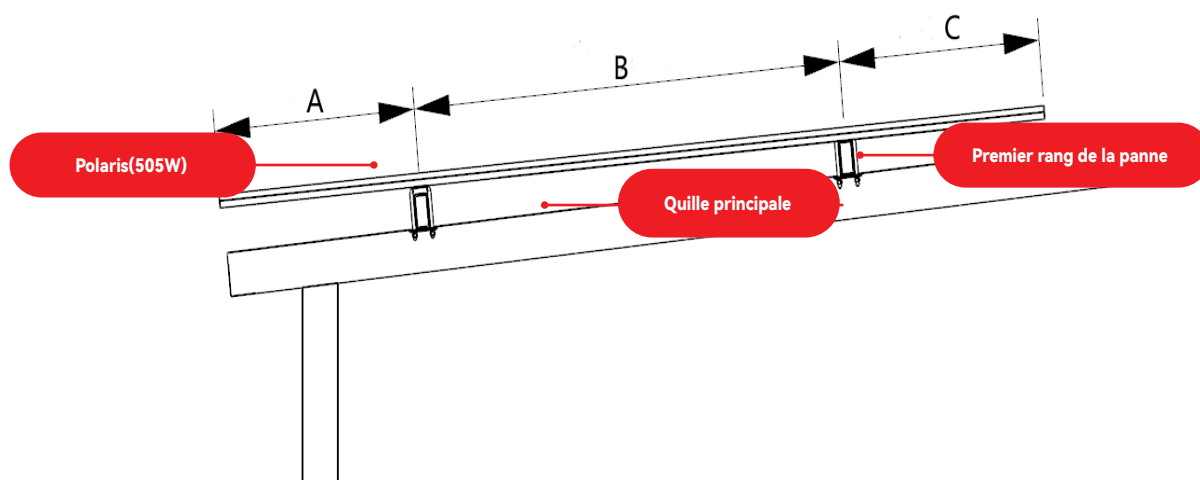

FIGURE 8
- ③ Ajustez le produit de manière à ce que la direction de la longueur du produit soit parallèle à la quille principale, la distance entre le cadre inférieur du produit et le centre de la première rangée de pannes est  $A=542\text{ mm}$ , et la distance entre le cadre supérieur et le centre de la deuxième rangée de pannes est  $C=545\text{mm}$ , la distance de la panne directement à partir de la panne est  $B=1055\text{mm}$ . (Figure 8)